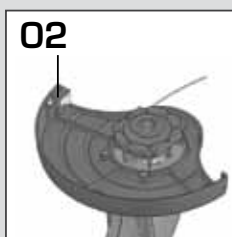

Fig. 12
O pedaço de fio em excesso será cortado pela lâmina limitadora no momento em que o aparador entrar em funcionamento (2) **[Fig. 12]**.